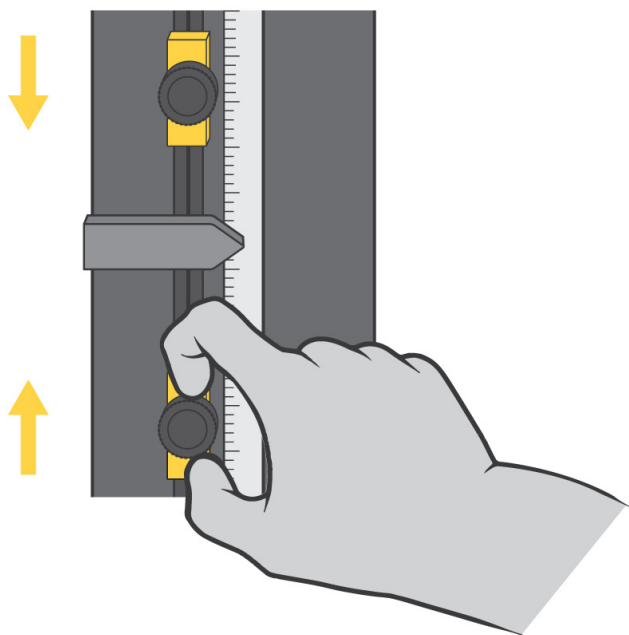

Figure 11. Réglage des butées de fin de course
Les butées de fin de course de traverse sont constituées par deux blocs réglables montés sur la tringle des contacteurs de fin de course située dans la colonne de la machine, comme illustré en Figure 11 à la page 96. Les butées de fin de course (1 et 2) possèdent des vis moletées qui peuvent être serrées et desserrées à la main de manière à les fixer dans une position quelconque sur la tringle des fins de course. Positionnez ces butées légèrement au-delà des paramètres d'essai pour éviter tout dépassement de course de la traverse. Lorsque la traverse atteint sa course maximale prédéfinie, la came de commande du contacteur fin de course (3) entre en contact avec la butée correspondante. Ce contact entre la came et la butée déplace la tringle des fins